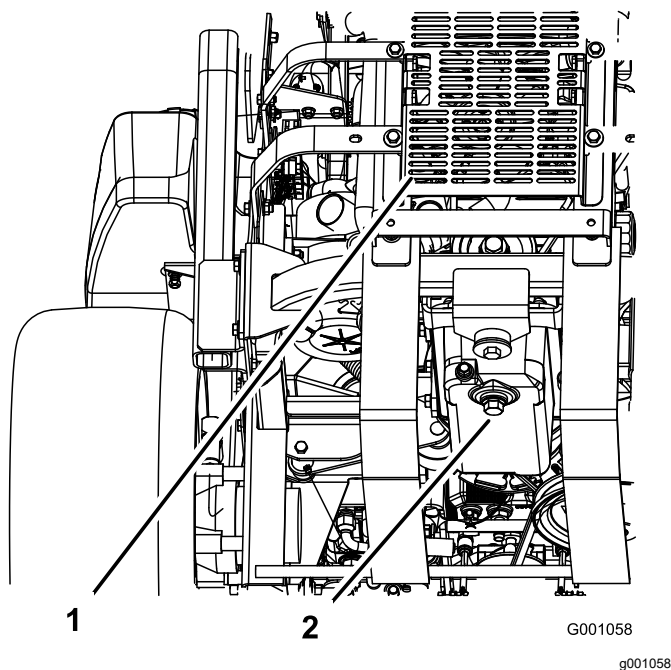

Figura 65
5. Coloque um recipiente debaixo do orifício de escoamento de óleo. Retire o tampão de escoamento e deixe o óleo escoar completamente (Figura 65).